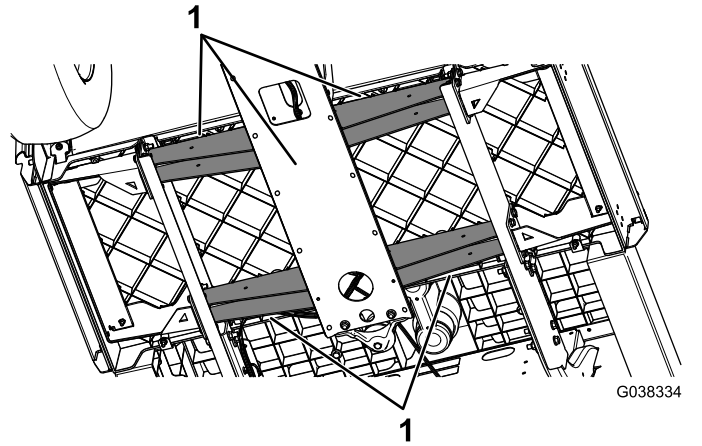

Bild 3
2. Stützen Sie die Vorderseite der Maschine mit einem Achsständer unter dem Rahmen ab (Bild 3).